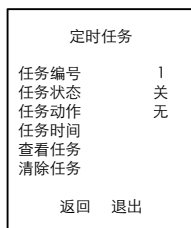

图3-5 定时任务设置界面
1. 调用“95”号预置点，进入“主菜单→系统设置→定时任务”，进入定时任务设置界面，如图 3-5 所示。